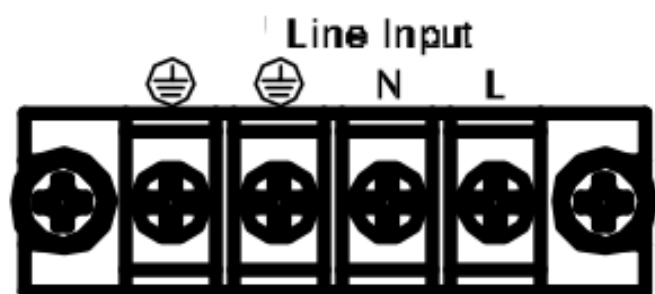

図 2-1: 電源ライン入力図
- 34100/34200/34300 シリーズ大容量電子負荷装置のリアパネルにある図 2-1 の 電源ライン入力端子を参考に電源ラインを接続して下さい。